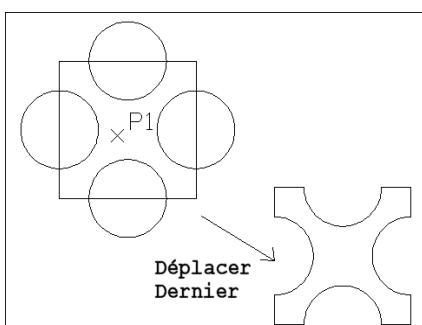

Fig.4.44
- [5] Pour visualiser la frontière ainsi créée, il suffit éventuellement de la déplacer par la commande **Déplacer** (Move) et l'option **Dernier** (Last) pour la sélectionner ou d'utiliser et d'activer des calques (layers) différents (fig.4.44).